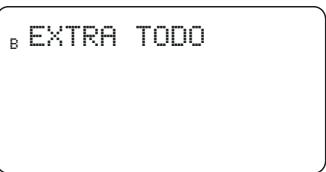

Ilustración 18:
3. Pulse el botón **SIGUIENTE** hasta que aparezca en la pantalla “B Extra TODO” [Ilustración 18]